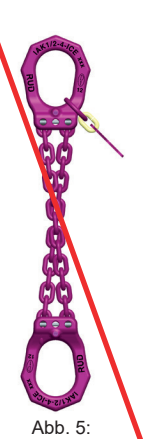

Abb. 5: Verbotene überkreuzte Verwendung
- Eine Montage und Anwendung von überkreuzten Ketten ist nicht gestattet (Abb. 5).